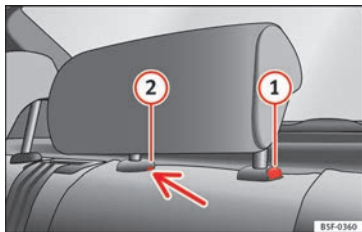

Bild 147 Bakre nackskyddet i mitten: Frigöringspunkt.
- För att sänka ner nackskyddet, tryck på knappen ① » » » bild 147 och för det neråt.
- Tryck in knapp ① » » » bild 147 samtidigt som du trycker på säkerhetshålet ② » » » bild 147 med en maximalt 5 mm bred, platt skruvmejsel och ta bort nackskyddet.